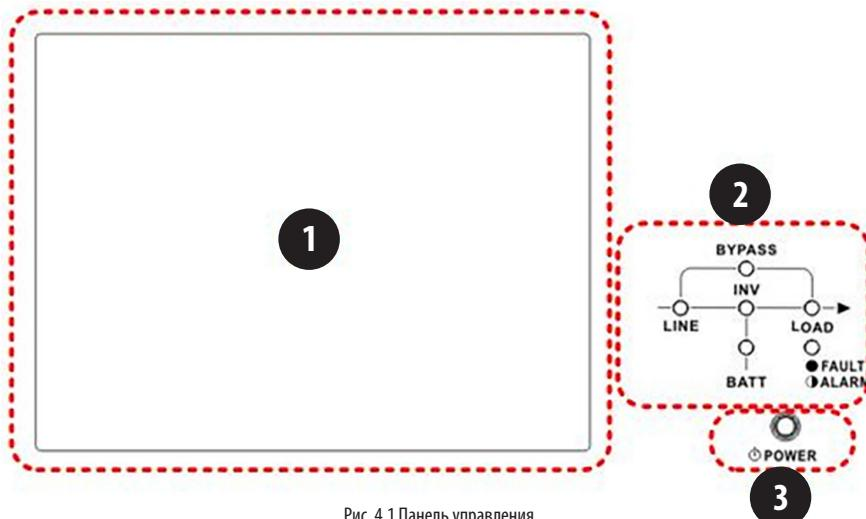

Рис. 4.1 Панель управления
Панель управления и экран дисплея располагаются на передней панели ИБП. Данный интерфейс обеспечивает контроль всех измеряемых параметров, статуса ИБП, статуса батареи и аварийных сигналов. Интерфейс управления разделен на четыре секции: (1) ЖК-панель, (2) светодиодные индикаторы, (3) кнопка питания и (4) звуковая сигнализация. См. рис. 4.1.